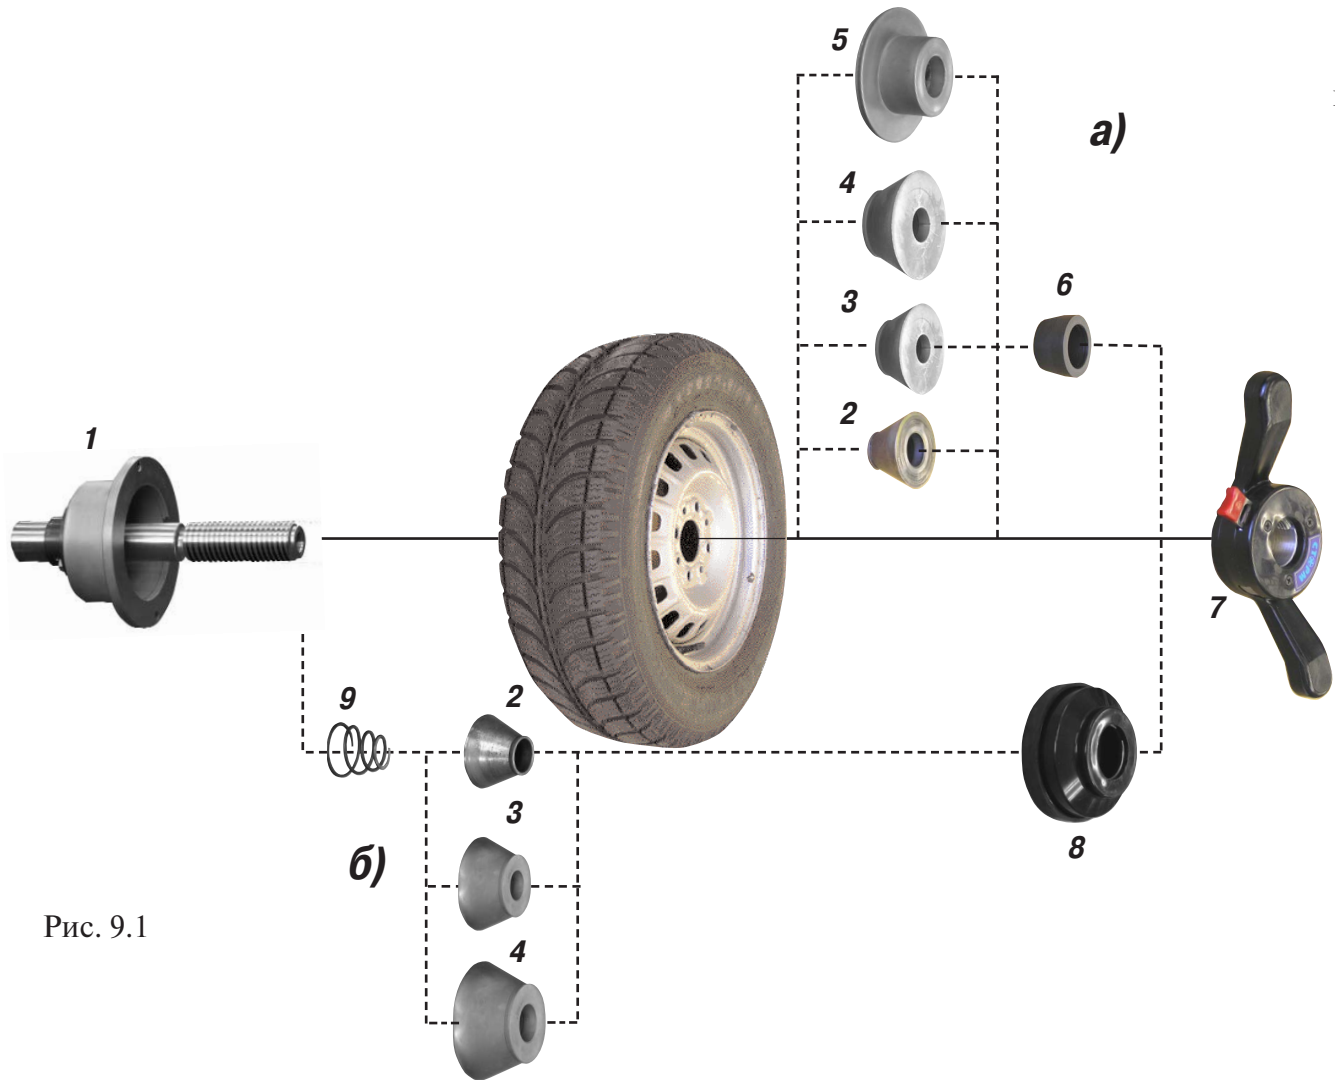

Рис. 9.1
9.2. Балансируемое колесо закрепляется на валу СБ за центральное отверстие обода с помощью конусов и быстросъемной гайки с раздвижными резьбовыми сухарями. В зависимости от конфигурации обода конус может быть установлен как с внешней стороны обода (вариант "а"), так и с внутренней (вариант "б") (см.рис. 9.1)